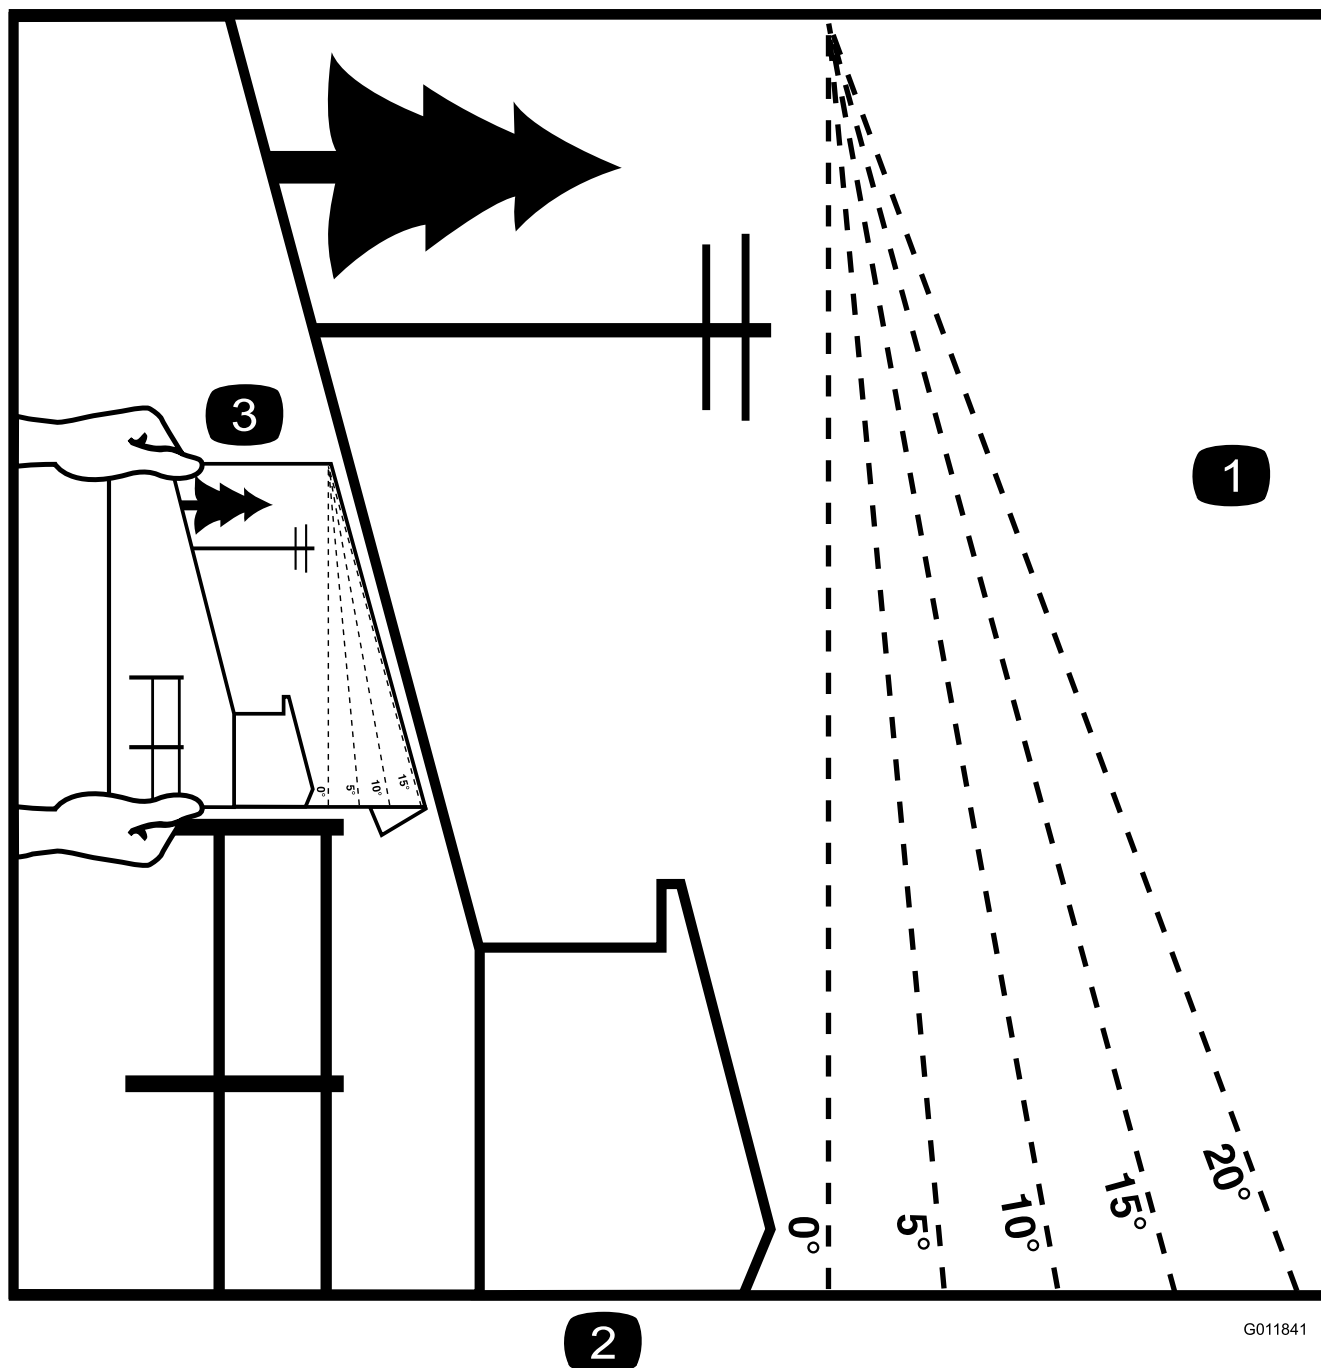

Figure 3
- Ne pulvérisez pas et n'épandez pas de produits chimiques sur des pentes de plus de 15 degrés; reportez-vous à la Figure 3 pour déterminer l'angle approximatif de la pente de la zone de travail.